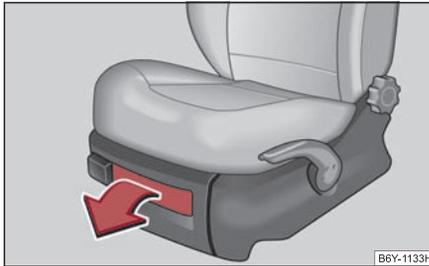

Abb. 111 Vordersitz: Ablagefach
- Zum Öffnen der Klappe Verschluss ankippen und Klappe aufziehen ⇒ Abb. 111.